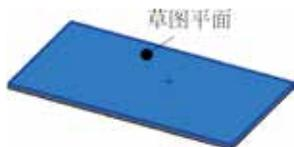
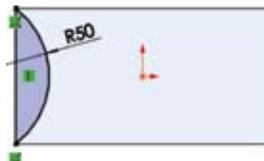

图 5.193 草图平面
图 5.194 截面草图
- **步骤 3** 定义拉伸横截面。在系统提示下选取如图 5.193 所示的模型表面作为草图平面，绘制如图 5.194 所示的截面草图，单击图形区右上角的 **拉伸切除** 按钮退出草图环境。